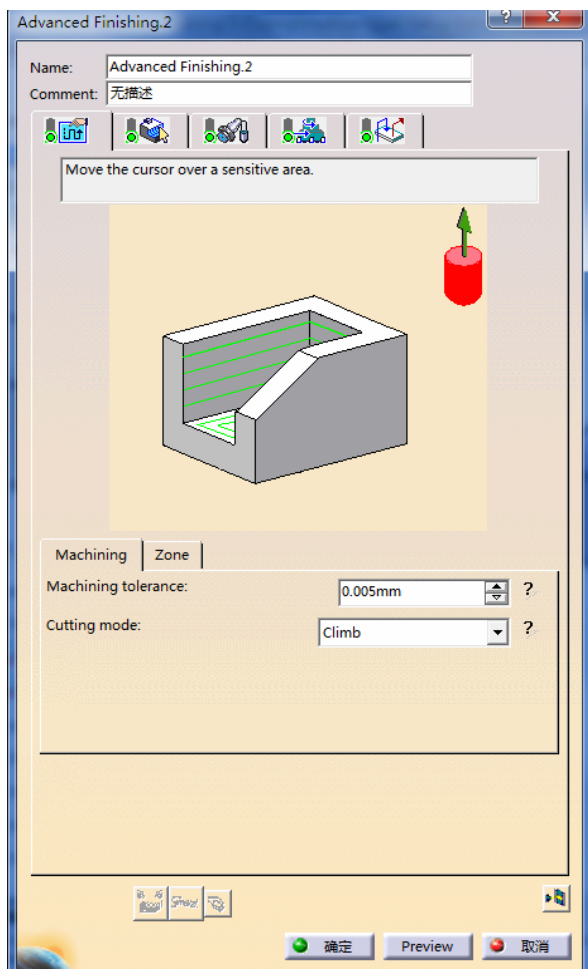

图 3-151 “Machining”选项卡(9)
- 在“Machining”选项卡(9)的“Machine tolerance”文本框中输入“0.005”mm, 在“Cutting mode”下拉列表中选择“Climb”选项, 如图 3-151 所示。